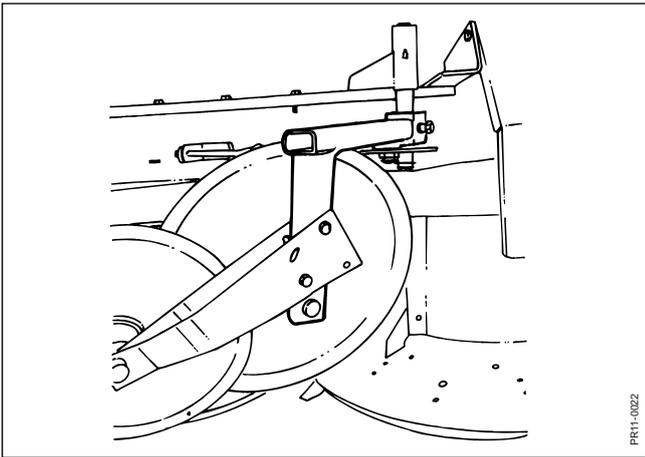

Fig. 6-3
- Fig. 6-3:** Die Schwadrollen werden an Stelle des Aufbereiters montiert.